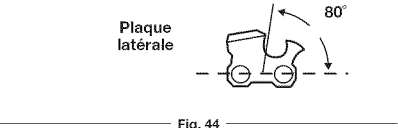

Fig. 45
- **INCORRECT (MOINS DE 30°)** – Pour couper en biais (Fig. 45).
- **INCORRECT (CROCHET)** – Ceci provoque « l'accrochage » de la chaîne, qui émousse alors rapidement, ce qui augmente le risque de rebond. Un crochet se forme lorsqu'une lime de trop faible diamètre est utilisée ou si la lime est tenue trop bas (Fig. 45).